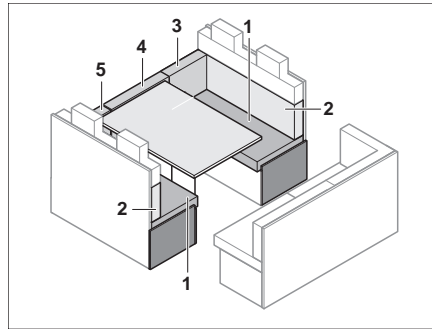

Fig. 135 Avant la transformation
- Enlever les coussins de dossier (Fig. 135,3,4 et 5) et les placer de côté.